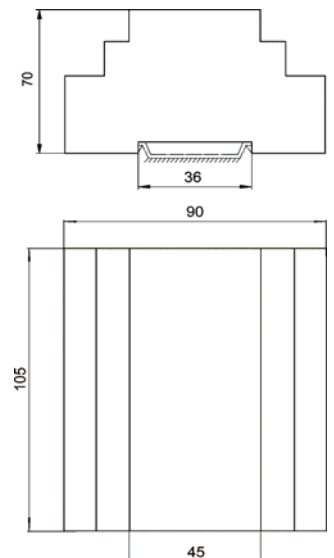

Рис.1 Габаритные и установочные размеры БУАВР
- 3.40.Габаритные и установочные размеры БУАВР приведены на рис. 1.
- 4.4. Габаритные и установочные размеры БУАВР приведены на рис. 1.